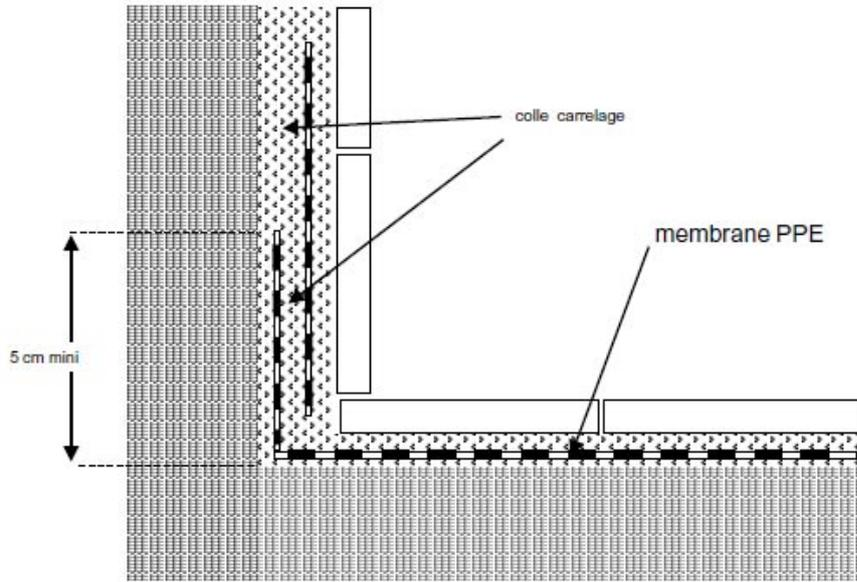

Figure 3 – Raccordement sols/murs – cas de la MEMBRANE PPE remontée en murs associée à MEMBRANE PPE SPEC
4.331 Raccordements sol-mur (figure 3)